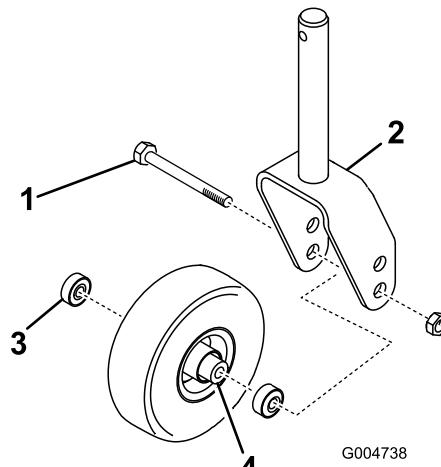
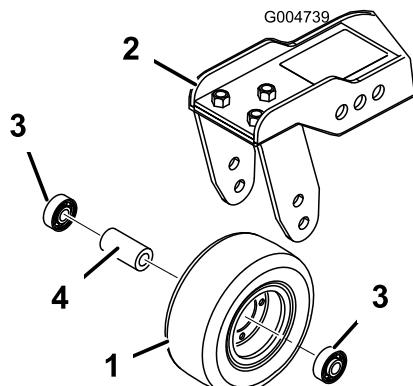

Figura 81
Figura 82
1. Togliete il dado di bloccaggio dal bullone che fissa il gruppo ruota orientabile alla forcella (Figura 81) o al braccio di rotazione (Figura 82). Afferrate la ruota orientabile ed estraete la vite a testa cilindrica dalla forcella o dal braccio di rotazione.
2. Togliete il cuscinetto dal mozzo della ruota e lasciate cadere il distanziale del cuscinetto (Figura 81 e Figura 82). Togliete il cuscinetto dalla parte opposta del mozzo della ruota.